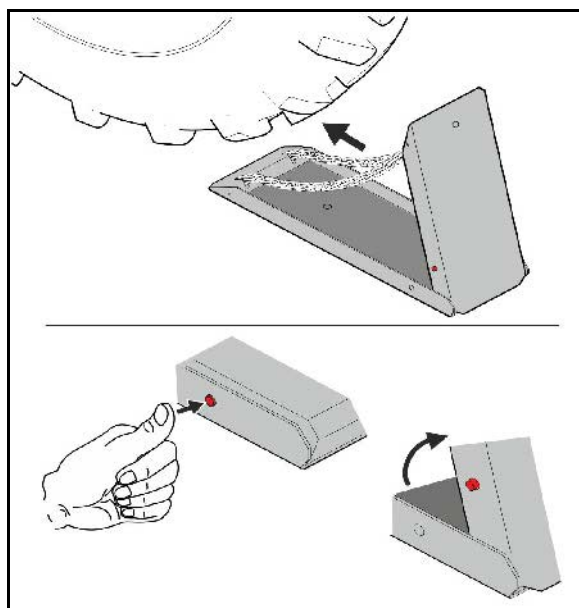

Fig. 28
- Timone di traino con occhiello (Fig. 28/1) per l'attacco all'accoppiamento a perno del trattore.
- , Timone di traino con gancio sferico di traino (Fig. 28/2).per il collegamento all'attacco sferico di traino del trattore.
- Timone di attacco con occhiello di trascinamento girevole (Fig. 28/3) per l'aggancio al gancio del timone di attacco del trattore.